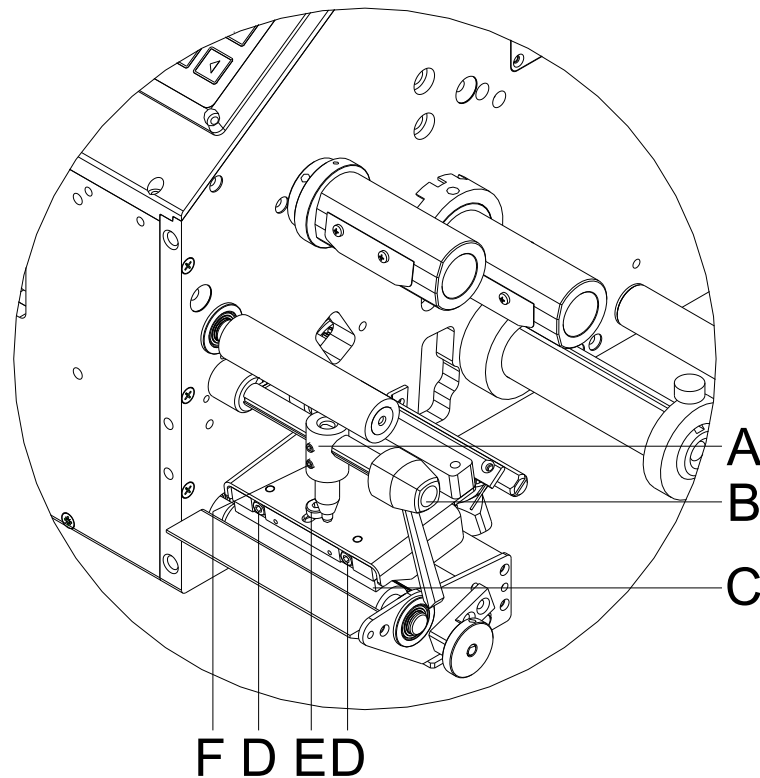

Abbildung 13
1. Befestigungsschraube (E, Abbildung 13) mit einem Innensechskantschlüssel (SW 2,5) ca. ¼ Umdrehung lösen.
2. Parallelität mit den Stellschrauben (D, Abbildung 13) einstellen.
4. Befestigungsschraube (E, Abbildung 13) wieder anziehen.
1. Andruckschraube (F, Abbildung 13) drehen, um den Druckkopfandruck zu verändern.
3. Der Druckkopf wird mit einem Andruckfinger (A, Abbildung 13) angedrückt. Die Position des Andruckfingers muss auf die Breite des verwendeten Etikettenmaterials eingestellt werden, um: